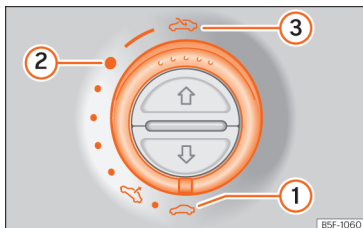

Abb. 110 Im Dachhimmel: Schalter zum Öffnen und Schließen drehen.
- Komfortstellung: Drehen Sie den Schalter auf die Position » Abb. 110 ②.
- Schließen: Drehen Sie den Schalter auf die Position » Abb. 110 ①.
- Öffnen: Drehen Sie den Schalter auf die Position » Abb. 110 ③.
Der Einklemmschutz kann die Quetschgefahr beim Schließen des Glasdachs und des Sonnenrollos »» **Abb. 110** (Pfeil) vermindern. Stoßen Glasdach oder Sonnenrollo beim Schließen auf Widerstand oder ein Hindernis, öffnen sie sich sofort wieder.
- Der Schalter »» **Abb. 110** muss auf der Position „geschlossen“ **1** stehen.